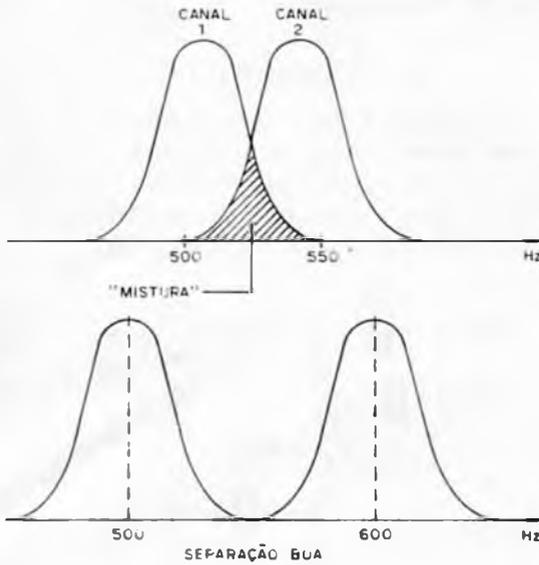

FIGURA 4
2. A separação das frequências deve estar de acordo com a seletividade dos filtros usados no receptor. Se os filtros não tiverem a capacidade de separar sinais afastados de menos de 100 Hz, por exemplo, não devemos usar um canal em 500 Hz e outro em 550 Hz. (figura 4)